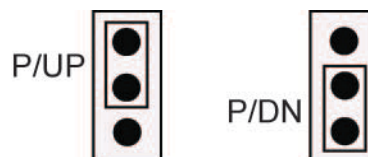

Abb. 10. Pullup/Pulldown-Brücke Konfiguration
5. Jede Brücke, wie in Abb. 10 gezeigt, für „pull-up“ oder „pull-down“ konfigurieren. Mit der Brücke **DIO A** den Port A konfigurieren, und mit **DIO B** den Port B konfigurieren